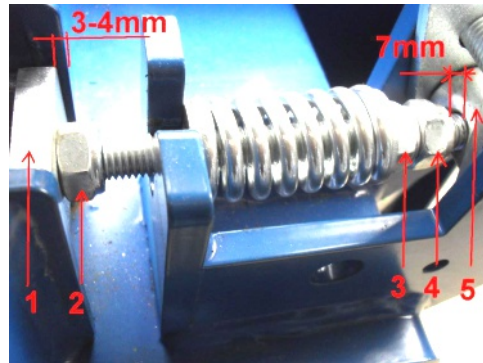

Abb. 2
- » Ziehen Sie die Mutter (Pos.3 – Abb.2) eine halbe Umdrehung nach!
- » Stellen Sie dann die Mutter (Pos.4 – Abb.2) so ein das der Abstand zwischen der Mutter (Pos.4 – Abb.2) und dem Druckgelenk (Pos.5 – Abb.2) 7 mm beträgt!
- » Wenn nötig die Mutter (Pos.2 -Abb.2) soweit nachstellen das die Druckplatte (Pos.1) wieder ca. 3 -4 mm innerhalb der Gehäusekante positioniert ist.